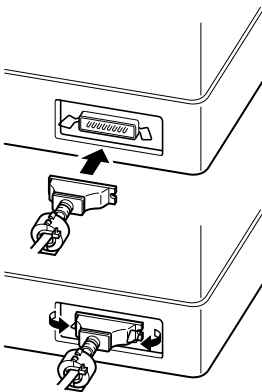

Fig. 4-2 Connexion du câble d'interface en parallèle
- ① Mettez l'ordinateur hôte et l'imprimante hors tension.
- ② Insérez un des connecteurs du câble d'interface dans la prise de l'imprimante et fixez-le grâce aux fermoirs, comme illustré à la fig. 4-2.
- ③ Insérez l'autre connecteur du câble d'interface dans la prise de l'ordinateur hôte, puis fixez-le également à l'aide des fermoirs.